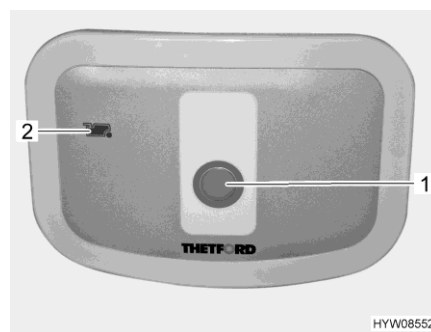

Fig. 109 Pulsante dello sciacquone/spia di controllo (toilette Thetford)
- Per sciacquare premere il pulsante blu (Fig. 109,1).
La spia di controllo (Fig. 109,2) si accende quando il serbatoio fecale deve essere svuotato.